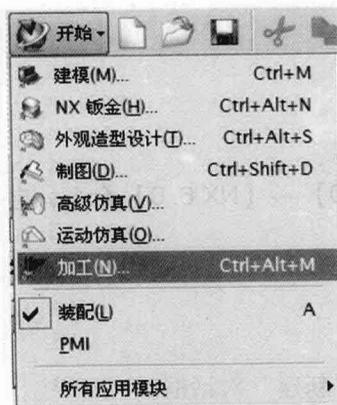
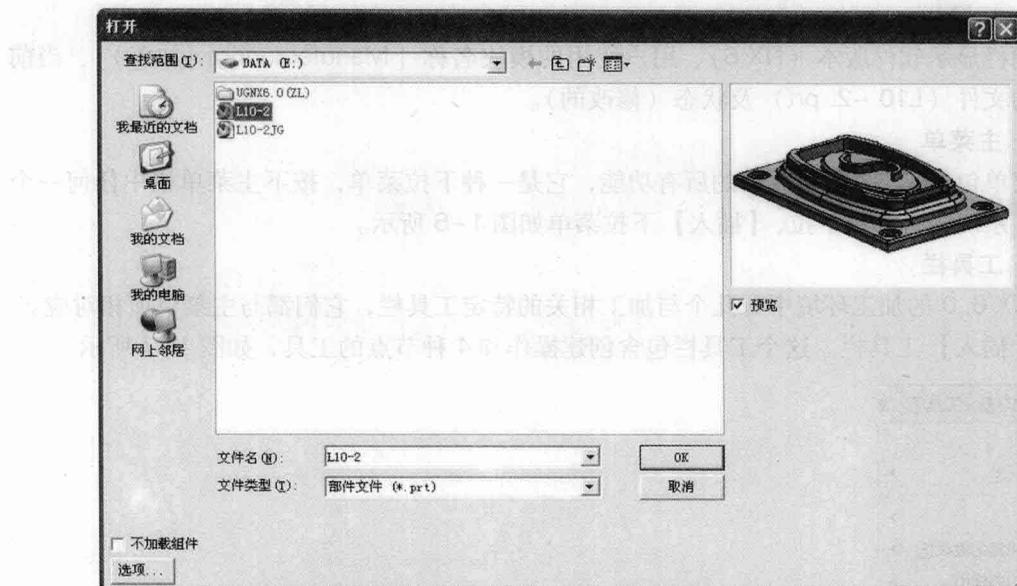

图 1-2 “开始”的下拉列表
图 1-4 “打开”对话框
②在“模型”选项下选择“模型”，指定“新文件名”的“名称”和“文件夹”路径，UG NX 6.0 的文件名和文件夹名只能由英文字母和数字组成，否则无效。单击“新建”对话框中的“确定”按钮，系统进入模型建立界面。
③如图 1-2 所示，在标准工具条  按钮的下拉列表中选择 ，即可进入 CAM 模块。也可以使用快捷键 (Ctrl + Alt + M) 进入 CAM 模块。
①单击“打开”按钮 ，系统自动弹出如图 1-4 所示的“打开”对话框。
②在“打开”对话框中选择需要打开的 UG CAD 模型文件或其他类型的文件，系统默认认为 NX CAD 模型文件，如果是其他 CAD/CAM 软件创建的 CAD 模型文件，可以在“文件类型 (T)”处选择合适的文件类型。单击“打开”对话框中的“OK”按钮。
②在“打开”对话框中选择需要打开的 UG CAM 模型文件。单击“打开”对话框中的“OK”按钮，系统即可直接进入 CAM 模块。